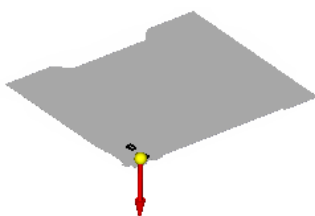
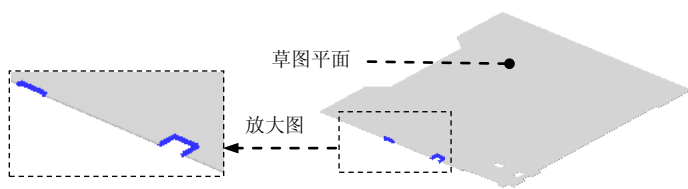

图 8.8.10 定义移除方向
图 8.8.11 法向除料特征 3
(3) 定义法向除料特征属性。在命令条中单击“厚度剪切”按钮  和“全部穿透”按钮 ，并将移除方向调整至图 8.8.10 所示的方向。
(4) 单击 **完成** 按钮，完成特征的创建。
Step5. 创建图 8.8.11 所示的法向除料特征 3。
(1) 选择命令。在“主页”功能选项卡“钣金”工具栏中单击 **打孔** 按钮 ，选择  **法向除料** 命令。
(2) 定义特征的截面草图。
① 选取草图平面。在系统 **单击平的面或参考平面。** 的提示下，选取图 8.8.11 所示的模型表面为草图平面。